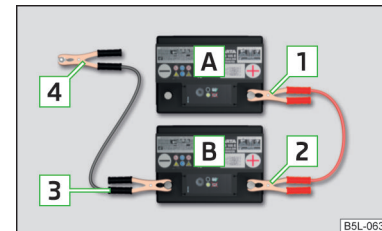

Abb. 146
- > Die Klemme **1** am Pluspol der entladenen Batterie **A** » Abb. 146 befestigen.